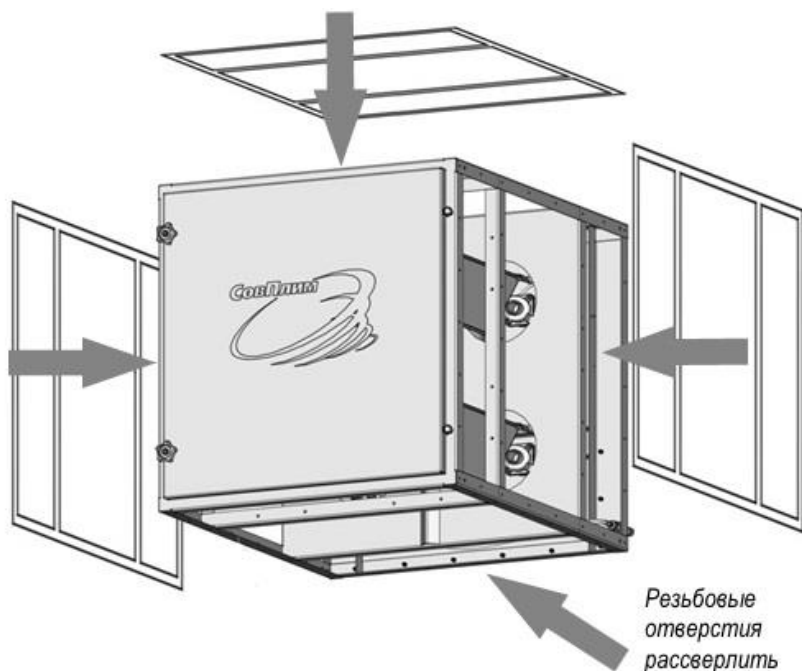

Рисунок 16
5.6.1 На каркасе первого модуля второго и последующих ярусов с внешней и внутренней стороны от отверстий наклеить уплотнение (рисунок 16).